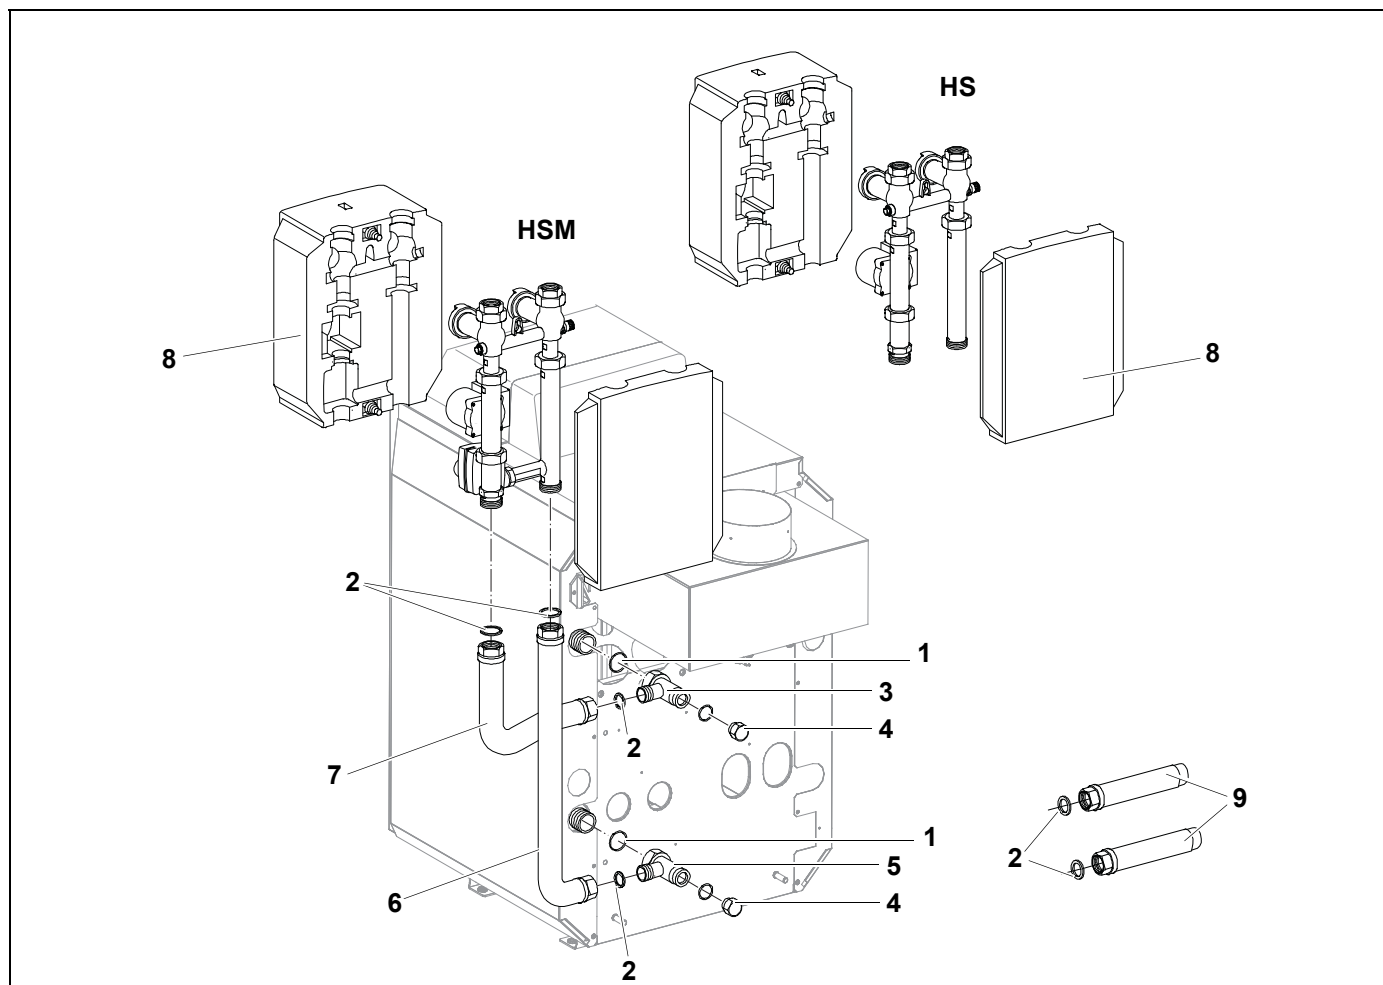

Рис. 3 Установка сзади котла
- Вложите уплотнения [2] в верхнее резьбовое соединение и соедините HS или HSM в соответствии с рис. 3 с KAS 1.